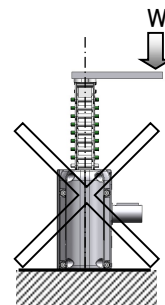

図 4
18. ZCAを確実に案内するため直線ガイドを設けてください。特に本体に加わる荷重は、ジップチェーン進行方向と同軸上に作用するようにしてください。図4のように作用方向や位置が不適切ですとジップチェーンに曲げ荷重や横荷重が加わり破損の恐れがあります。